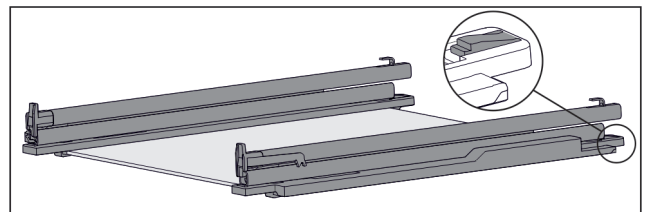

Fig. 120 Glasplatte mit Schienen und Halteteilen
- ▶ Halteteil hinten herunterdrücken (siehe Fig. 120) und